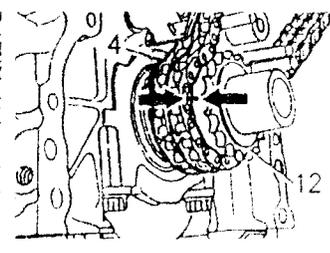

Fig. 87
Colgar la cadena de sincronización (4) en la rueda dentada de eje de motor (12) Fig. 87).